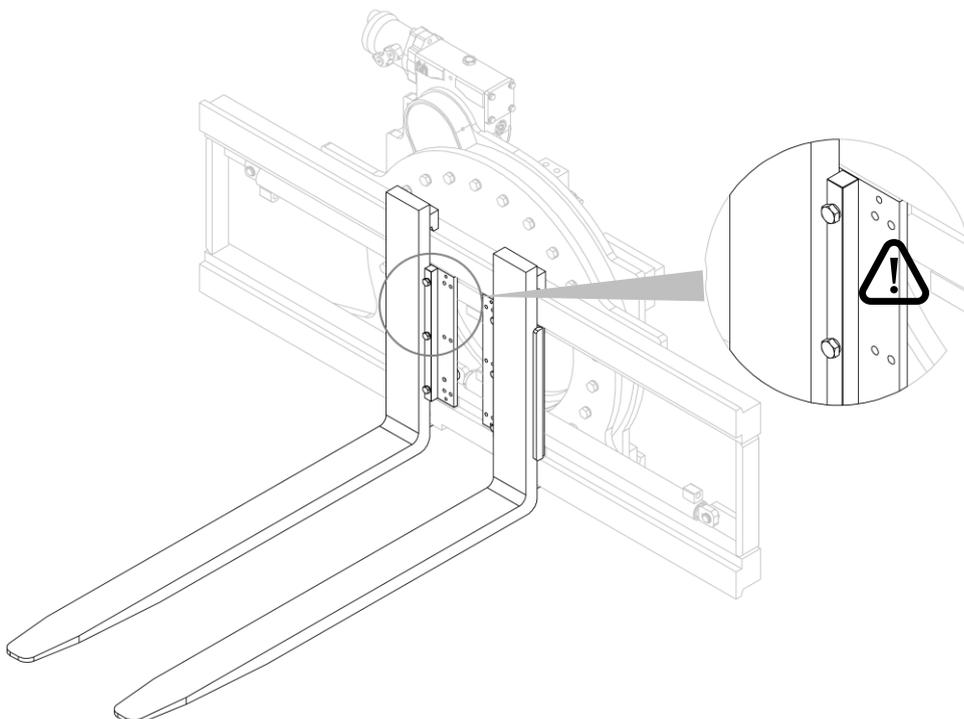

Figure 16
2. Insérer les fourches et revisser les butées de fourche (voir *Figure 16*).